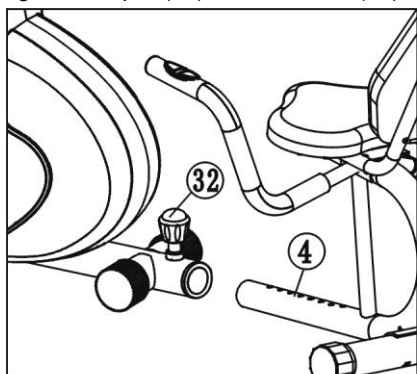

Figure 8
Destrangeti si trageti de surubul de reglare (32) dupa care introduceti postamentul de sa (4) in tubul din cadrul principal (30). Ajustati saua la distanta dorita cu ajutorul gaurilor de reglare din postamentul de sa (4) si dupa ce ati setat distanta dorita securizati cu ajutorul surubului de reglare (32). (Vedeti figure 8)